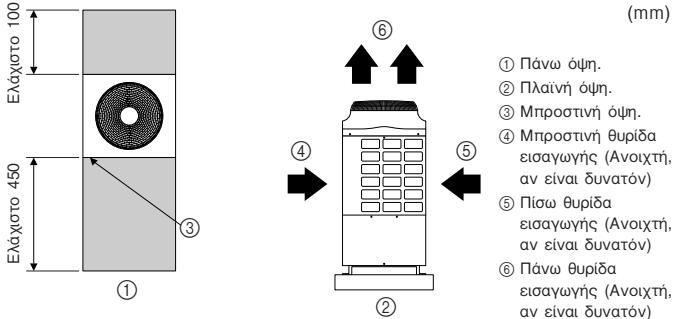

Fig. 2-3
(1) Βασικές πληροφορίες για καθορισμό του απαραίτητου χώρου (Fig. 2-3)